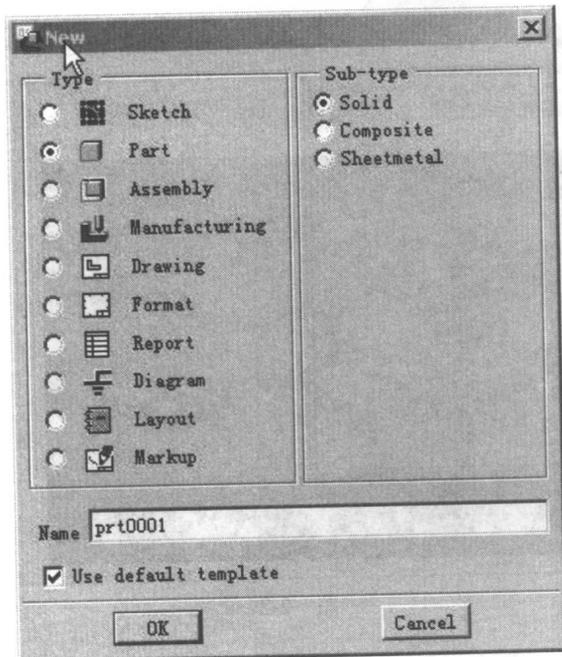

图 2-4
1. 单击新建图形文件图标，弹出如图 2-4 所示的对话框。选定其中一项模式来工作，这里单击默认的 Part 零件设计模式，在 Name 栏内输入零件名称，选取对话框下部的 Use default template 复选框，以使用系统默认的模板设置，单击 OK 按钮。